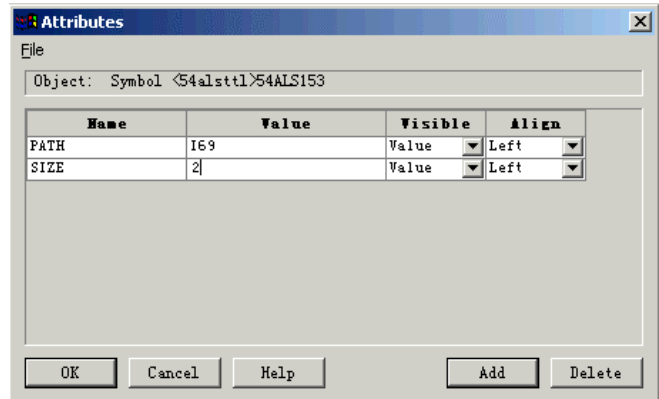

图 3.16
的信号名必须为总线型，分别定义为 1D?<2..1>、2D?<2..1> (? 从 3-0) 和 Y?<2..1> (? 从 2-1)。用 Text->Attribute 给两个 Ls153 加入 SIZE 属性，属性的值为 2，如图 3.16 所示，S1-0 的信号名为 A?<1..0> (? 从 1-2)。
4. 分别从上面定义的总线中用 Bus Tap 分出各自的信号线，用 Bus Tap Value 给 Bus Tap 标上 BN 属性的值，如图 3.16